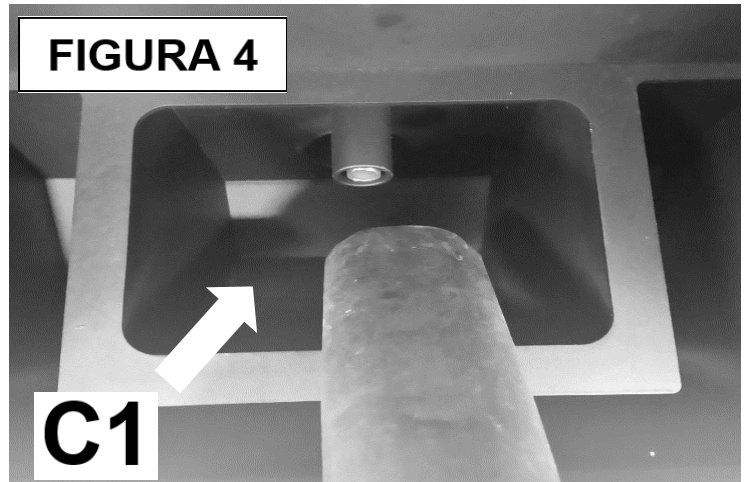
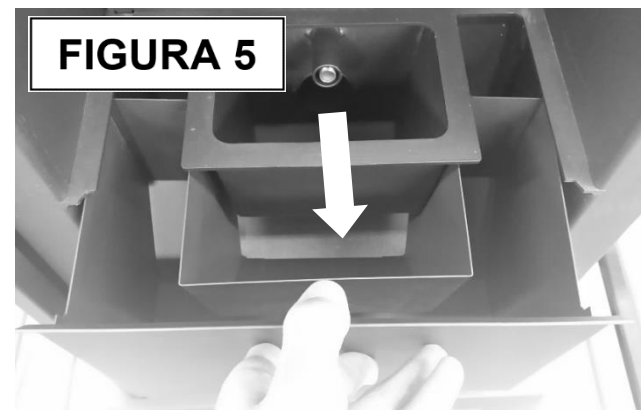

FIGURA 4
FIGURA 5
- Limpie la ceniza del cajón (figura 5), extraiga el brasero y aspire la ceniza del compartimiento C1 (figura 4).